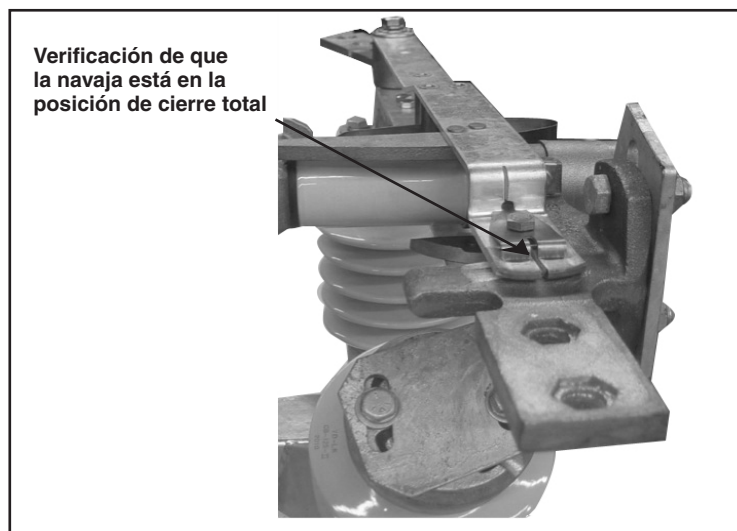

Figura 15. Verificación de que la navaja está en al posición de cierre total.
- Con la palanca de operación hasta donde llegue en la dirección de cierre, todos los contactos principales del interruptor se encuentren en la posición de cierre total. Vea la Figura 15.